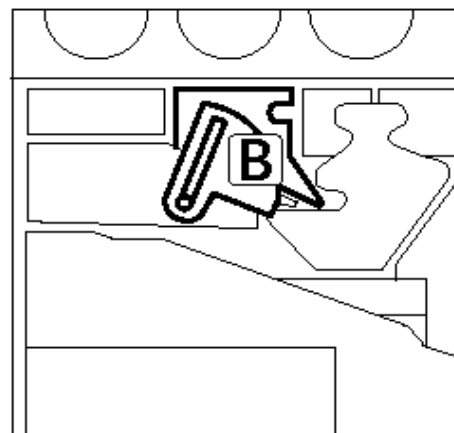
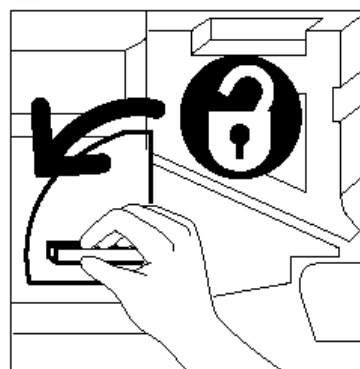

Figure 28 : Levier de verrouillage doré (B)
Figure 29 : Déverrouillage de la cartouche d'impression
- 2 Tournez le levier de verrouillage doré (zone B) dans le sens anti-horaire afin de débloquer la cartouche (voir la figure 28 et la figure 29).
REMARQUE : La zone B illustrée à la figure 28 se trouve sur la cartouche.